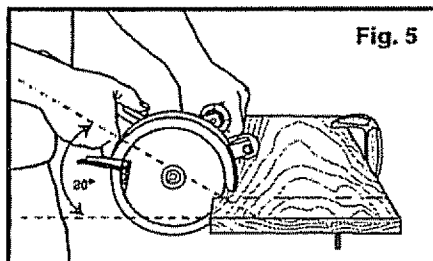

Fig. 5
**SIEMPRE** asegúrese de colocar las hojas perpendiculares al plano de la pieza de trabajo. Haga el corte a un ángulo aproximado de 30° en relación con la superficie de la pieza de trabajo. (Ver Fig. 5).